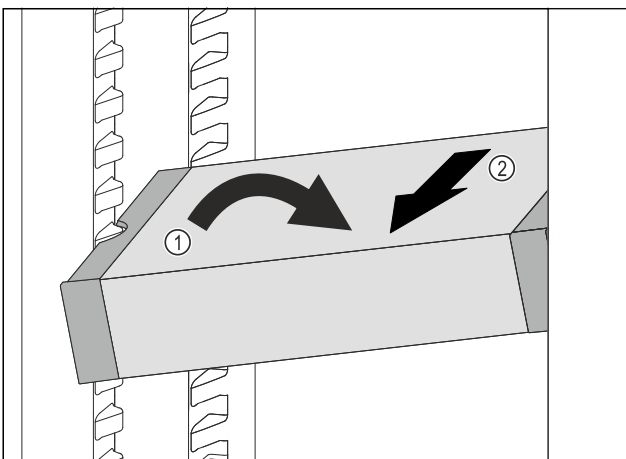

Fig. 73
▶ Встановити VarioSafe під кутом в охолоджувальному відділенні. Fig. 73 (1)
▶ Витягнути VarioSafe вперед. Fig. 73 (2)